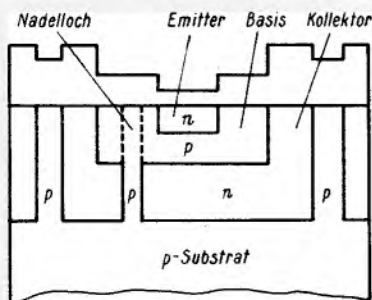

Bild 30. Ein Nadelloch (pinhole), entstanden bei der Isolierdiffusion, führt zu Basis-Substrat-Kurzschluß bei einem Transistor in einer integrierten Schaltung
2. Unregelmäßigkeiten in der Fotolackschicht (Fremdkörper, Blasen) führen zu Löchern in der Oxydschicht und lassen damit bei der nachfolgenden Diffusion Störstellenatome auch an dafür nicht vorgesehenen Bereichen in den Kristall eindringen. Dadurch können Kurzschlüsse zwischen unterschiedlichen Leitfähigkeitsschichten entstehen. Dieser Löchereffekt ist auch bekannt unter der Bezeichnung *pinholes* (Nadellöcher, Bild 30).